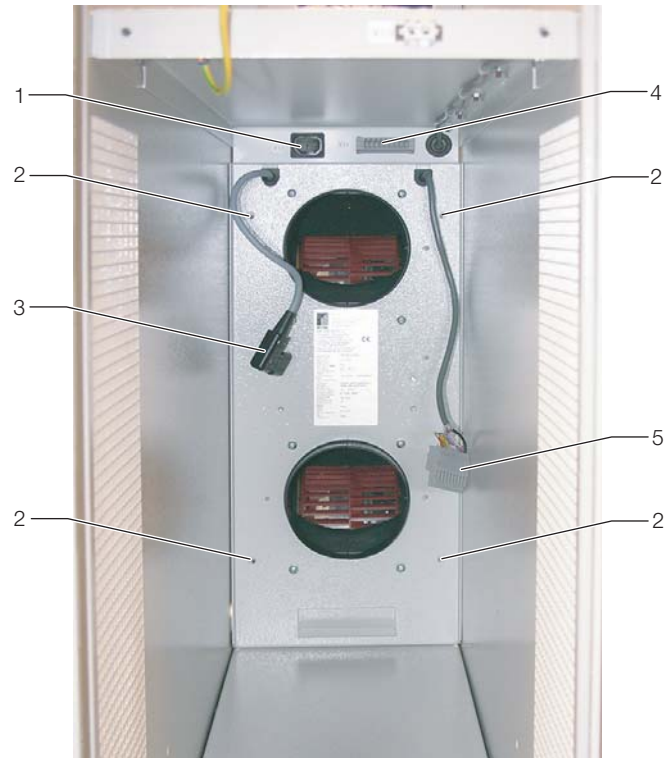

Abb. 35: Lüftermodul im Moduleinschub
- Schrauben Sie das Lüftermodul mit 4 Befestigungsschrauben (Abb. 35, Pos. 2) fest.
- Stecken Sie den Stecker für die Spannungsversorgung (Abb. 35, Pos. 1 und Pos. 3) und den Stecker für die Steuerleitung (Abb. 35, Pos. 4 und Pos. 5) ein.